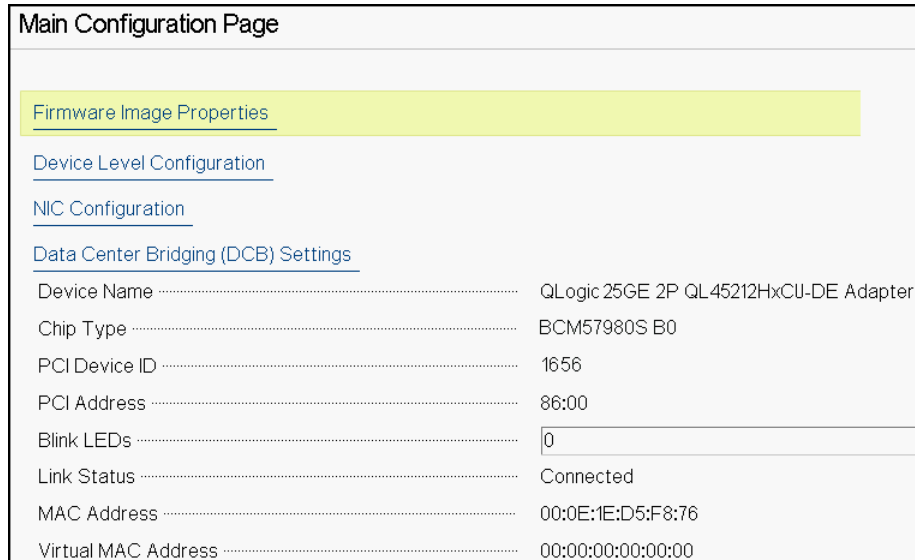

Figure 5-3. Page de configuration principale
Dans la Figure 5-3 et la Figure 5-4, la page Configuration principale affiche les paramètres suivants :
1. Sur la page de configuration principale (Figure 5-3 à la page 43), sélectionnez **Device Level Configuration** (Configuration au niveau du périphérique), puis cliquez sur **Finish** (Terminer).
1. Sur la page de configuration principale, sélectionnez **NIC Configuration** (Configuration NIC) (Figure 5-3 à la page 43), puis cliquez sur **Finish** (Terminer).